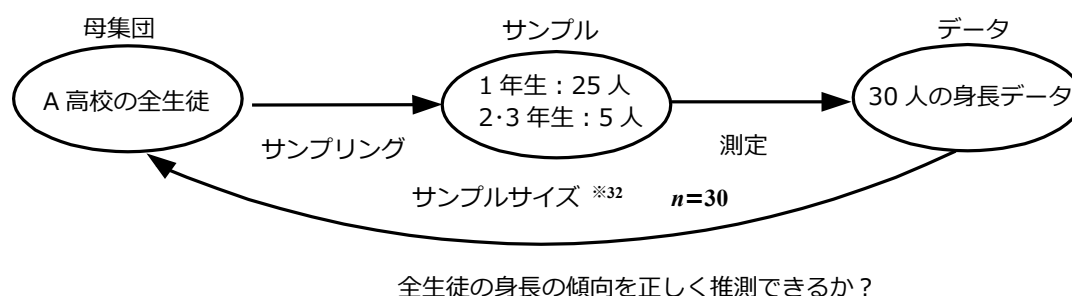

図2.3 サンプルングに偏りがある場合
(1) で取り上げたA高校に在籍している生徒の身長傾向を把握することを考えます。そのために、母集団である全生徒から30人をサンプリングするとします。このとき、1年生から25人、2年生と3年生から残りの5人をサンプリングした場合には、サンプルの結果から母集団を正しく推測できるでしょうか（図2.3）。この場合は、明らかに1年生に偏った身長の推測となりますので、学年に偏りなくランダムに抽出することが必要です。そのためには、学年別に層別〔2.3節（8）、p.24参照〕してサンプリングすることも一つの方法です。